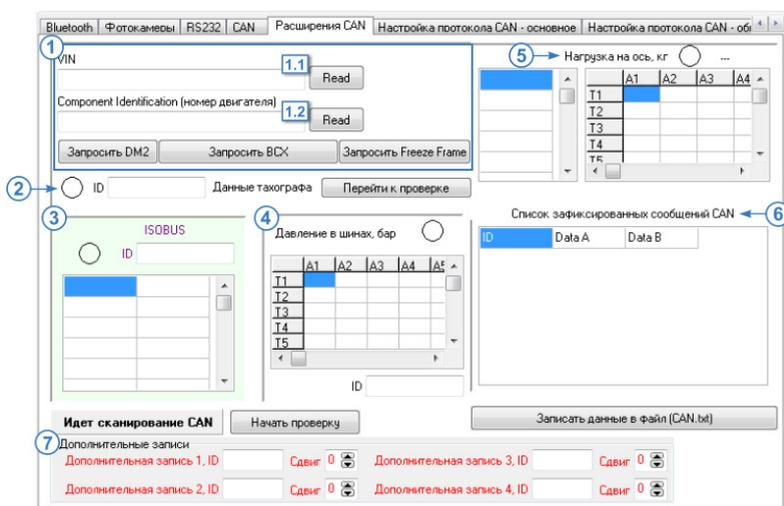

Рис.48. Вкладка «Расширения CAN».
- Для запроса VIN кода транспортного средства необходимо нажать кнопку «Read» рядом с полем «VIN». Полученный код запишется в поле «VIN» (Рис.48, п.1.1).
- Для запроса номера двигателя транспортного средства необходимо нажать кнопку «Read» рядом с полем «Component Identification» (Рис.48, п.1.2). Полученный номер появится в этом поле.